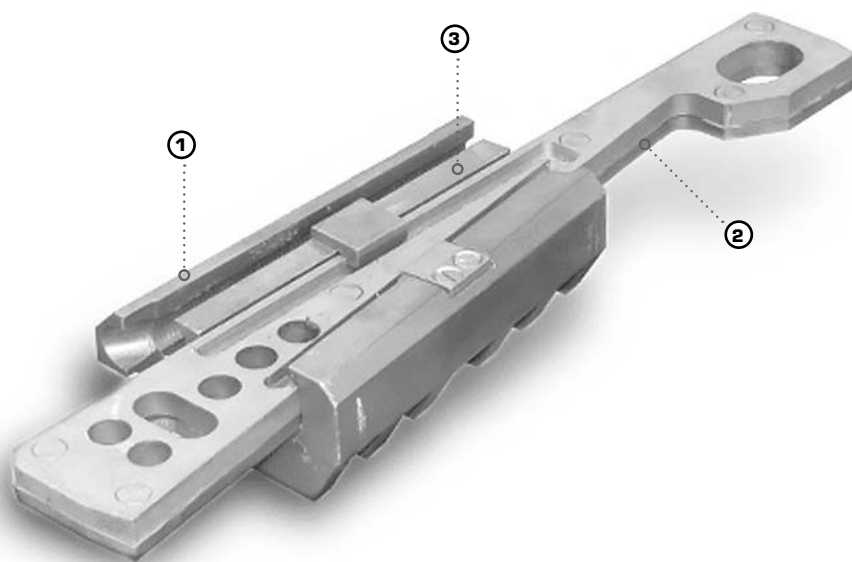

Рис. 1
Монтажный клиновой зажим типа МКЗ (рис. 1) состоит из литого корпуса поз. ①, клина поз. ②, который одновременно является тягой и подвижной губки поз. ③. На теле клина имеются специальные пазы, которые при работе зажима выполняют роль направляющих движения подвижной губки и самого клина относительно корпуса.